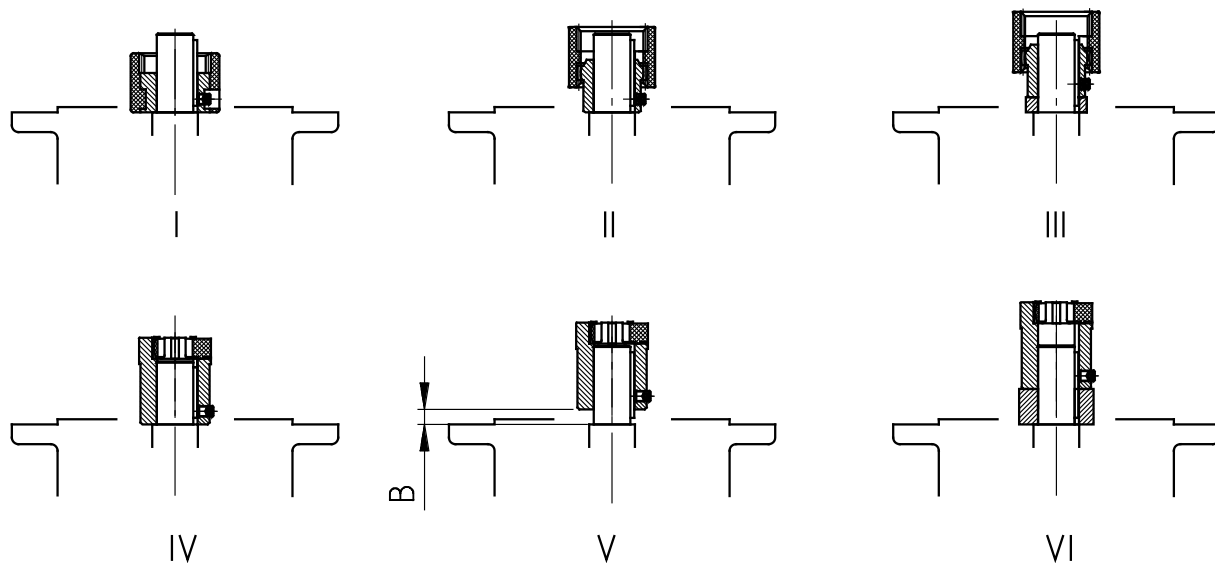

Figure 14: Montage de l'accouplement sur l'arbre du moteur pour différents types d'accouplements
3. Pousser le manchon d'accouplement sur l'arbre du moteur conformément aux indications du fabricant du moteur, jusqu'à la butée sur l'épaule. Pour les moteurs de taille 90, 160, 180 et 225, disposer éventuellement les bagues entretoises fournies, entre le manchon d'accouplement et l'épaule. Dans le cas des réducteurs à engrenages cylindriques de la gamme standard, respecter la cote B entre le manchon d'accouplement et l'épaule (voir Figure 14). Certains **modules NEMA** nécessitent un positionnement de l'accouplement conforme aux spécifications indiquées sur la pastille.
6. Monter le moteur sur le module ; pour cela, utiliser la couronne ou la bague dentée comprise dans la livraison (voir Figure 14).